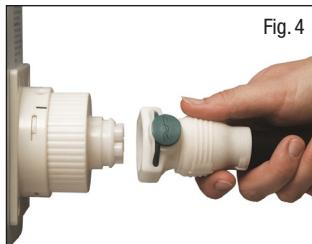

Fig. 4
- Forbind pudens luftslange til adaptoren så mærkerne fluger (Fig. 4). Sørg for, at de er korrekt isatte med et hørbart klik, ellers kan der opstå luftlækage.